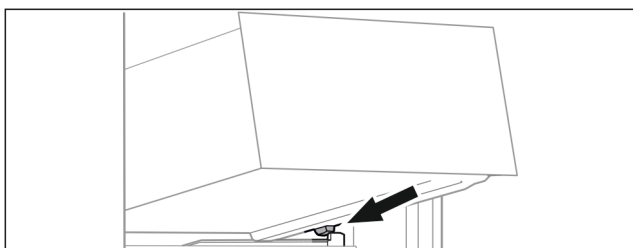

Fig. 25
- Placer le tiroir, en l'inclinant, derrière les butées sur la nervure de récipient. (voir Fig. 25)